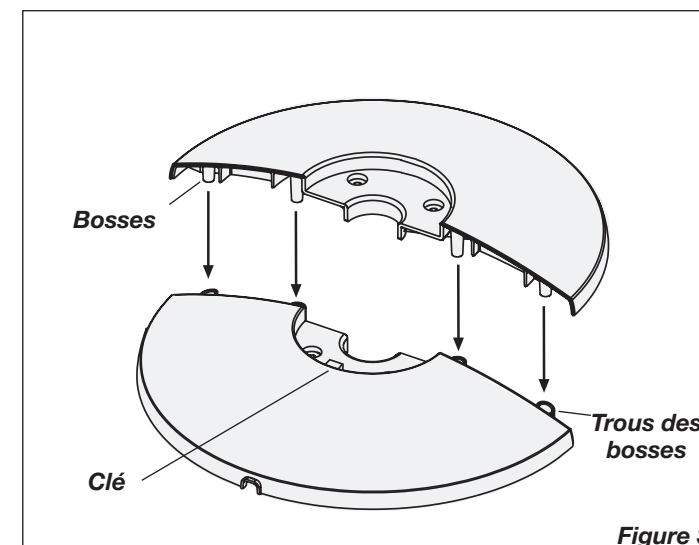

Figure 3
3. Assembler la base en entre barrant les bossés dans les trous des bossés. (Figure 3)